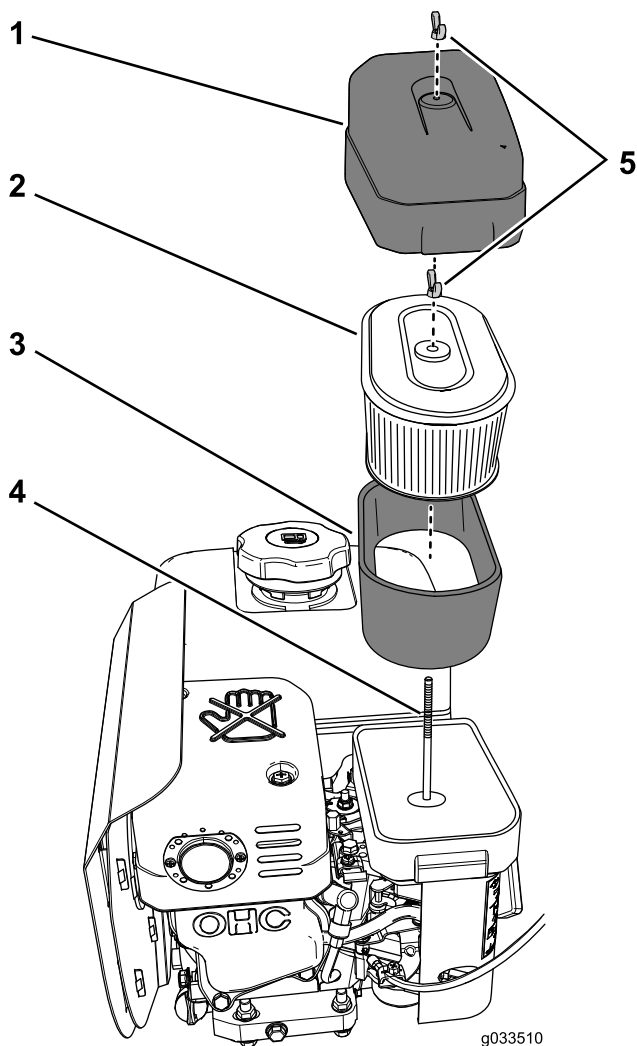

図 11
2. エンジン内部に汚れが落ちないように、まず、エアクリーナカバーの周囲をきれいに清掃する **図 11**。
4. スポンジエレメントとペーパーエレメントを固定している蝶ナットを左に回して、これらのエレメントを固定ロッドから外す **図 11**。
5. ペーパーエレメントからスポンジエレメントを注意深く外す **図 11**。
1. エレメントに破れや油汚れ、傷がないか点検する **図 11**。
1. ペーパーエレメントに、注意深くスポンジエレメントを取り付ける **図 11**。
2. ペーパーエレメントの上部プレートについている穴をキャブレターのロッドに合わせて入れる **図 11**。
3. 蝶ナットでフィルタをキャブレターに固定する蝶ナット **図 11**はステップ4 **スポンジエレメントとペーパーエレメントの取り外し** (ページ 11)で外したものを使用する。
4. エアクリーナカバーについている穴を取り付けロッド **図 11**に合わせてカバーをロッドに取り付け、ステップ3 **スポンジエレメントとペーパーエレメントの取り外し** (ページ 11)で外した蝶ナットで固定する。
3. エアクリーナカバーの蝶ナットを左に回して取ってエアクリーナカバーを外す **図 11**。